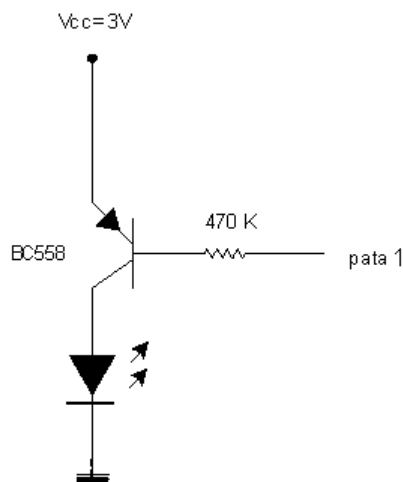

Figura 5: Señalizador de sintonía
Se puede aprovechar la señal de enmudecimiento (pata 1 del TDA 7000) para realizar un sencillo señalizador de sintonía. Basta con realizar el montaje de la **Figura 5**. De esta manera el LED se encontrará apagado cuando una emisora esté correctamente sintonizada.
5.4.a) Añada el circuito de la Figura 5 a la estructura del TDA 7000.